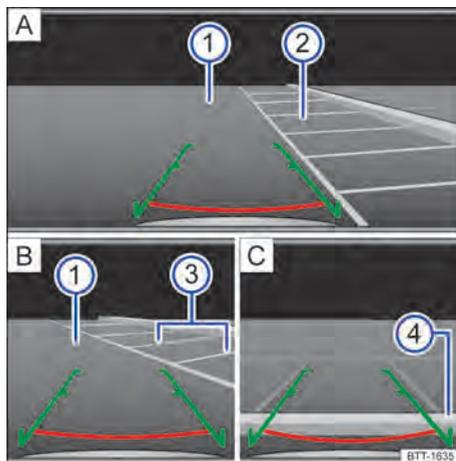

Fig. 131 Exibição do display do sistema Infotainment: estacionar com a câmera de marcha a ré.
Legenda para → Fig. 131:
- Posicionar o veículo em frente à vaga de estacionamento → Fig. 131 **A** **2**.
- Conduzir lentamente em marcha a ré e dirigir de modo que as linhas laterais verdes levem para dentro da vaga. As linhas verdes precisam coincidir com as linhas limitrofes laterais da vaga → Fig. 131 B ③.
- Parar quando a linha vermelha horizontal alcançar o limite traseiro → Fig. 131 C ④.